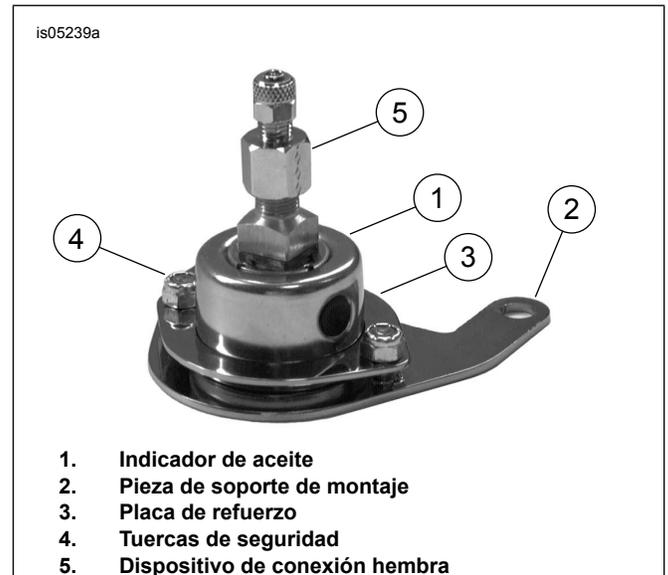

Figura 1. Indicador de aceite y conjunto de la pieza de soporte
1. Vea la Figura 1. Arme el indicador de aceite a la pieza de soporte de montaje usando tuercas de seguridad y placa de refuerzo como se muestra. Apriete las tuercas de seguridad hasta que los espárragos de la pieza de soporte estén al mismo nivel con los insertos de nylon en las tuercas de seguridad. Enrosque el dispositivo de conexión hembra del tubo dentro del extremo del indicador. Sostenga el vástago cuadrado del indicador con una llave cuando apriete el dispositivo de conexión hembra.